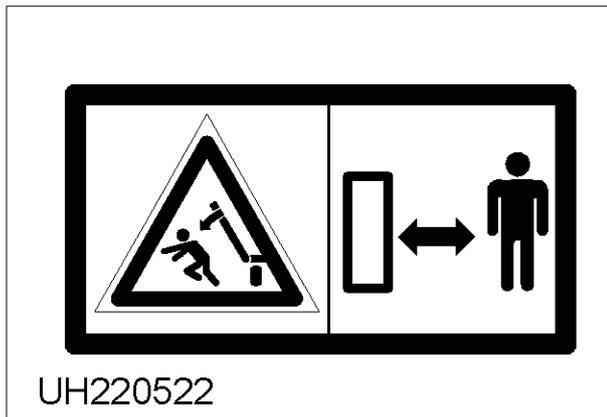

Fig. 17
**Plaque d'avertissement UH220522 (fig. 17).** Gardez vos distances par rapport au bras de relevage. Il peut se déplacer sans prévenir.